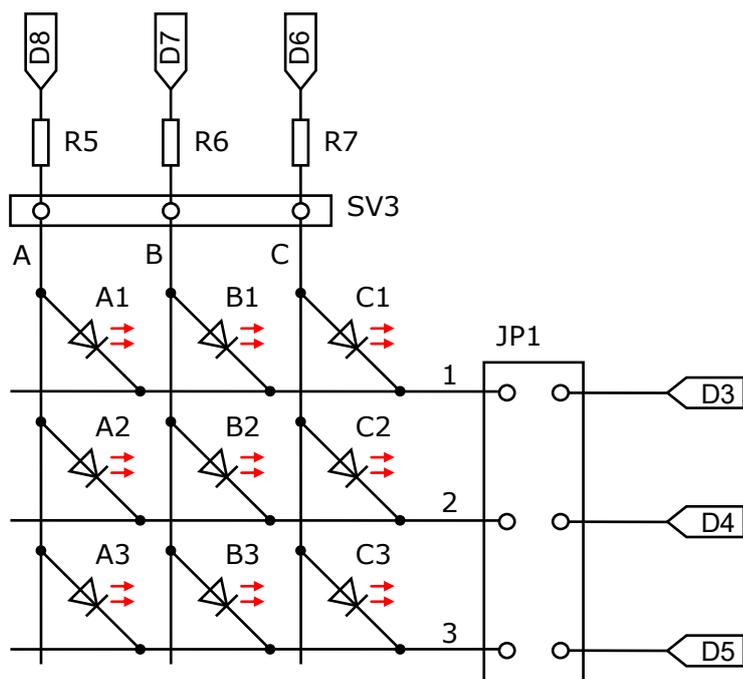

Abbildung 11: Die neun LEDs in Form einer 3×3 - Matrix
Die 9 Leuchtdioden im linken Teil von Abbildung 1 sind in Form einer Matrix mit 3 Spalten und 3 Zeilen angeordnet (Pfeil (27) in Abbildung 1). Ihre Beschaltung zeigt Abbildung 11. Durch die Matrixanordnung können 9 LEDs mit nur 6 GPIOs des Mikrocontrollers gesteuert werden.
Die 3 Spaltenleitungen A, B und C sind fest mit den Pins D8, D7 und D6 des Mikrocontrollers verbunden, wie Abbildung 11 zeigt. Die drei Widerstände R5 ... R7 in den Spaltenleitungen begrenzen den Strom durch die LEDs. Zusätzlich sind die Spaltenleitungen an die Anschlussleiste SV3 (Pfeil (25) in Abbildung 1) geführt.